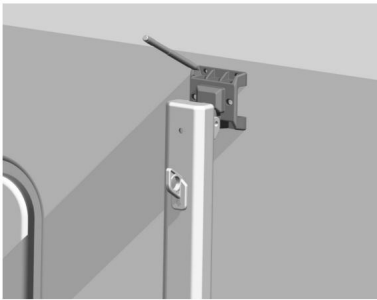
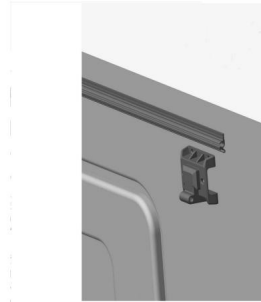

Rysunek C4
Rysunek C5
3.1 Wyjmij szynę materiałową i przymocuj ją na zewnątrz nadwozia pojazdu za pomocą śrub B (rysunek C4). Szynę materiałową należy zainstalować poziomo, a jeśli nie, należy ją wypoziomować (powinien być dostarczony blok amortyzujący) (rysunek C5). Jeśli nadwozie pojazdu jest wstępnie wyposażone w szczelinę do wkładania materiału, ten krok można pominąć, a matę nie ma potrzeby korzystania z kolei.